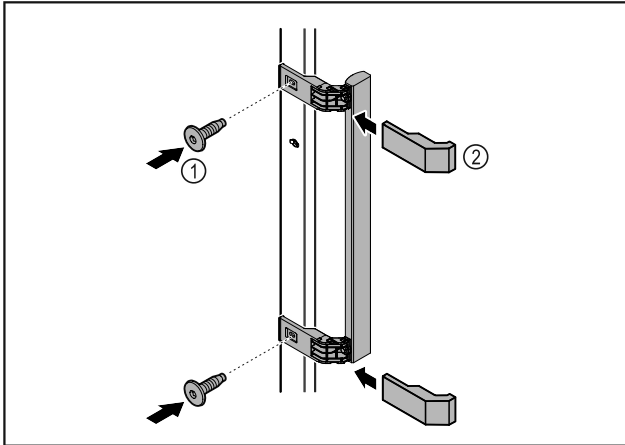

Fig. 8
- ▶ Ручку з комплекту додаткового обладнання з доданими гвинтами Fig. 8 (1) розмістити на дверях.
- ▶ Встановити кришку Fig. 8 (2).